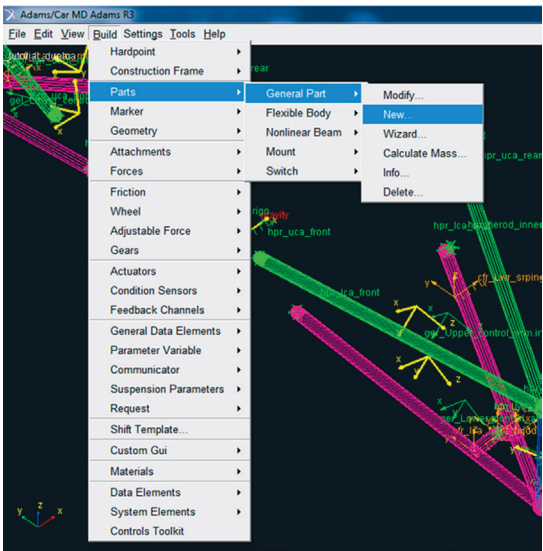

Figura 5.71 – Tela correspondente à opção de construção do *General Part*.
- Crie outro *General Part* que, juntamente com o *General Part* “Upper\_strut”, representará o comportamento do amortecedor e da mola. Para criá-lo acesse o menu *Build* → *Parts* → *General Part* → *New* (Figura 5.71).